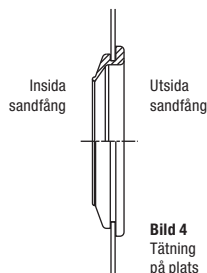

Bild 4
5. Böj tätningen och tryck fast den runt kanten på hålet (bild 4). Tätningen ska ligga på båda sidor runt kanten.